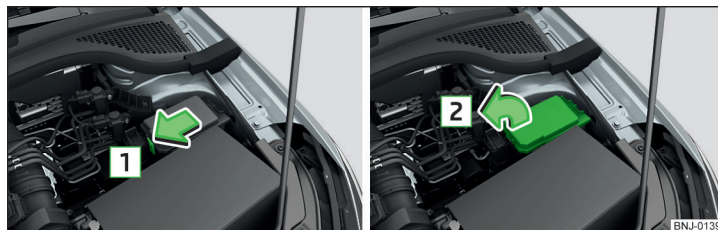

Fig. 283 Retirar la cobertura
- Presionar las teclas de bloqueo de la cubierta en el sentido de la flecha **1** y retirar la cubierta en el sentido de la flecha **2** » fig. 283.